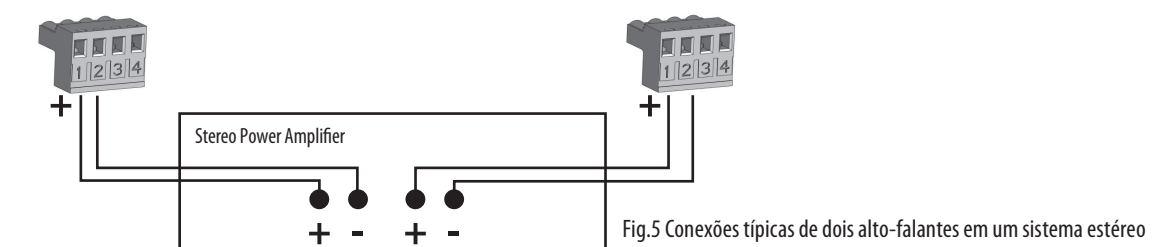

Fig.5 Conexões típicas de dois alto-falantes em um sistema estéreo
- Far scorrere il pannello di piastrelle indietro nel controsoffitto. Le estremità del ponte piastrellato si agganciano alle ringhiere, sostenendo il peso dell'altoparlante. (Fig.5)